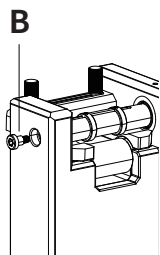

図6
- 2.図6に示すように、Pを使ってB主軸側面のネジを外します。